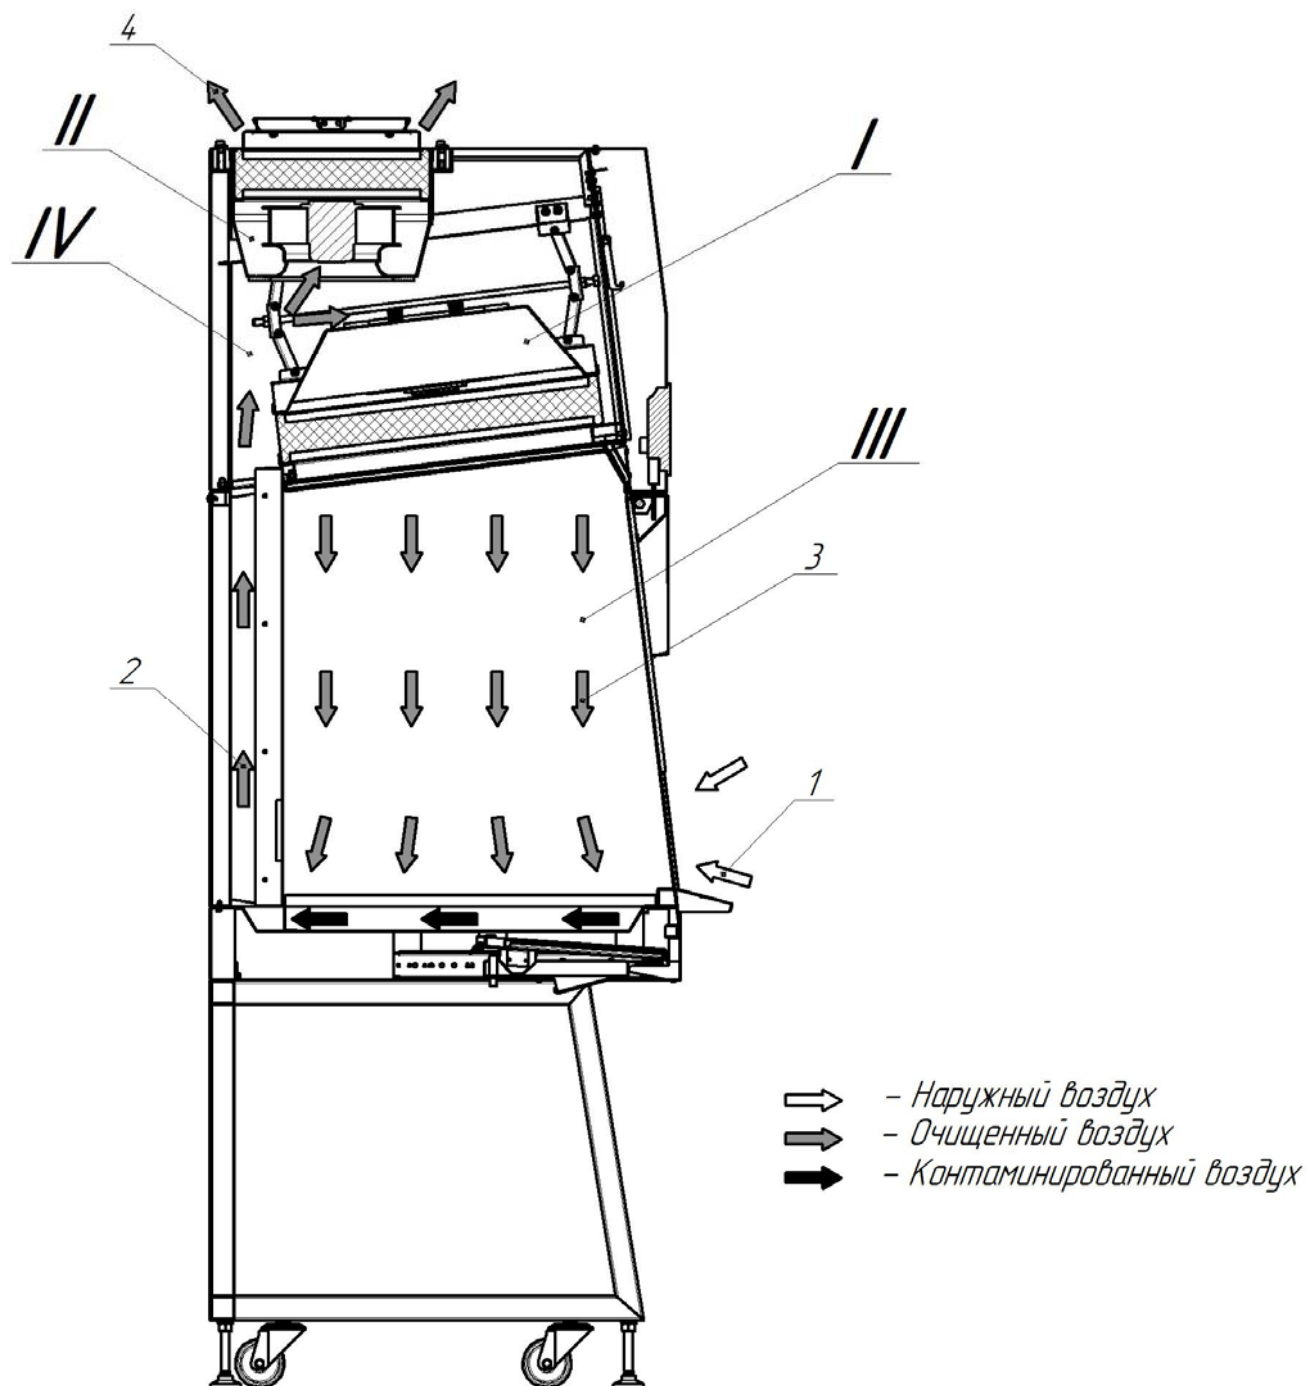

Рисунок 6.4 — Схема движения воздушных потоков
6.9.1 Принцип работы бокса заключается (см. рис. 6.4) в непрерывной подаче в рабочую камеру воздуха, очищенного от аэрогенных загрязнений, нисходящим однонаправленным (ламинарным) потоком с однородной скоростью и в одновременном создании «воздушной завесы» в рабочем проеме.
6.9.4 Движение воздушных потоков при работе бокса создается при помощи вентиляторов (см. рис.6.4), которые забирают воздух (поз.2) из внутреннего пространства бокса **IV** и нагнетают в камеры высокого давления **I** и **II**. В результате во внутреннем пространстве бокса **IV** постоянно поддерживается пониженное давление. Из камеры высокого давления **I** одна часть воздуха (~70 %) выходит в рабочую камеру **III** через приточный НЕРА-фильтр и продолжает рециркулировать внутри бокса. Другая часть воздуха (~30 %) выбрасывается наружу через камеру высокого давления **II**, в которой установлен выпускной НЕРА-фильтр. Для компенсации выбрасываемого воздуха во внутреннее пространство бокса через рабочий проем поступает снаружи равный объём воздуха, что приводит к созданию «воздушной завесы».